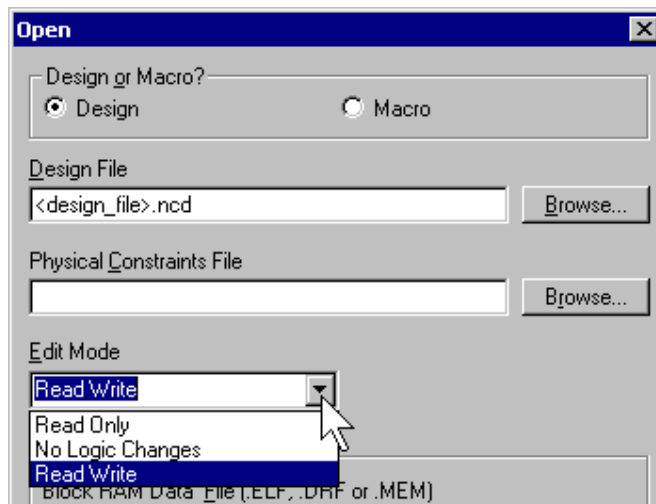

図 5 : FPGA Editor で修正する場合
- [File] → [Open] を選択します。次に、図 5 に示すように、完成したデザインの *.ncd ファイルを選択し、Edit Mode を [Read Write] に設定します。